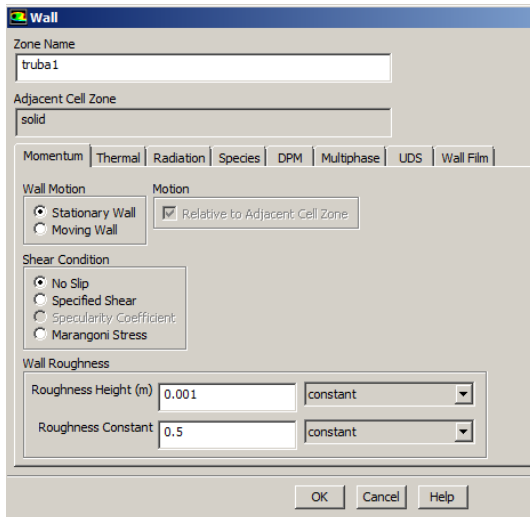

Рис. 39 – Настройка граничного условия стенки *truba1*
**Шаг 10.** Затем необходимо настроить граничное условие стенки трубы большого диаметра *truba1*. В меню стенки указывается шероховатость (*Roughness Height*) 1 мм (рис. 39).